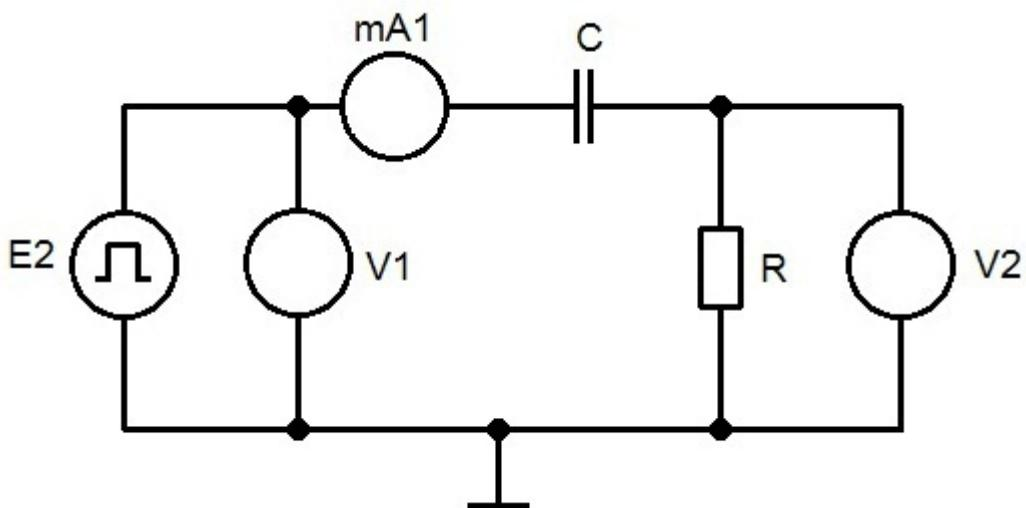

Рис. 2. Дифференцирующая RC-цепь
- Собрать схему дифференцирующей цепи (рисунок 2).
- Получить осцилограммы входных импульсов V1, импульсов на резисторе V2 и тока в цепи mA1 (рис.2) при $\tau = t_{имп}$.